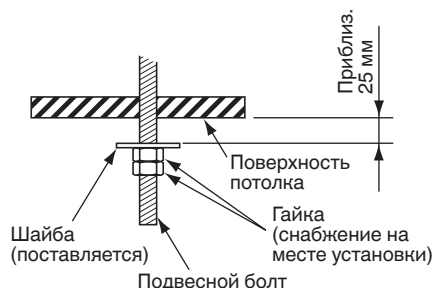

Рис. 3-13
- Установите 1 шайбу и 2 шестигранные гайки на каждый подвесной болт (Рис. 3-13).